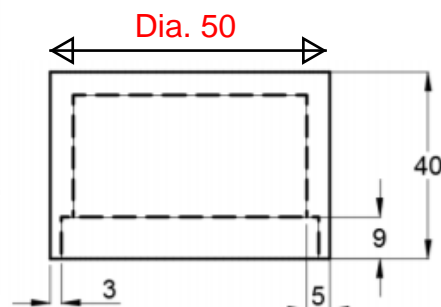

Fig. 6.4
6. Solid shell Creation Fig. 6.4